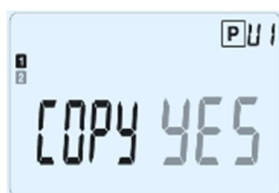

Fig. 24
- a. kies het symbool "ik ga slapen"  dat overeenstemt met het einde van de dag om de werking te beëindigen; de thermostaat zal u nu vragen om het dagprogramma dat u net heeft ingesteld en afgesloten te kopiëren op de andere weekdays, zoals afgebeeld in Fig. 24: